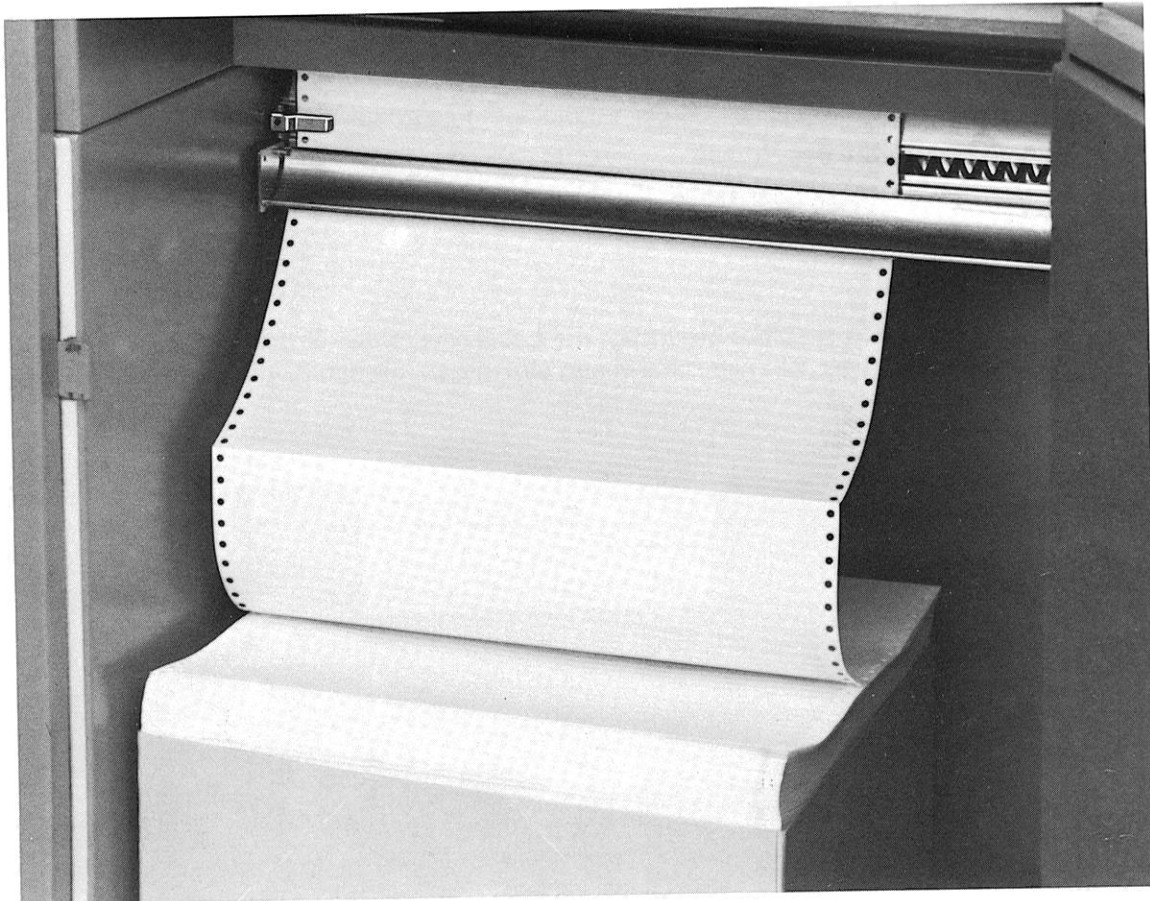

Abb. 5 Papierendekontakt
Die Papierendekontakte (Abb. 5) sind auf die entsprechenden Formularbreiten seitlich verstellbar.
Die zu bedruckende Papierseite muß beim Durchlauf mit der Druckseite nach vorne zeigen (siehe Abb. 5).
- am Papierendekontakt (Abb. 5) den Abtasthebel hochstellen